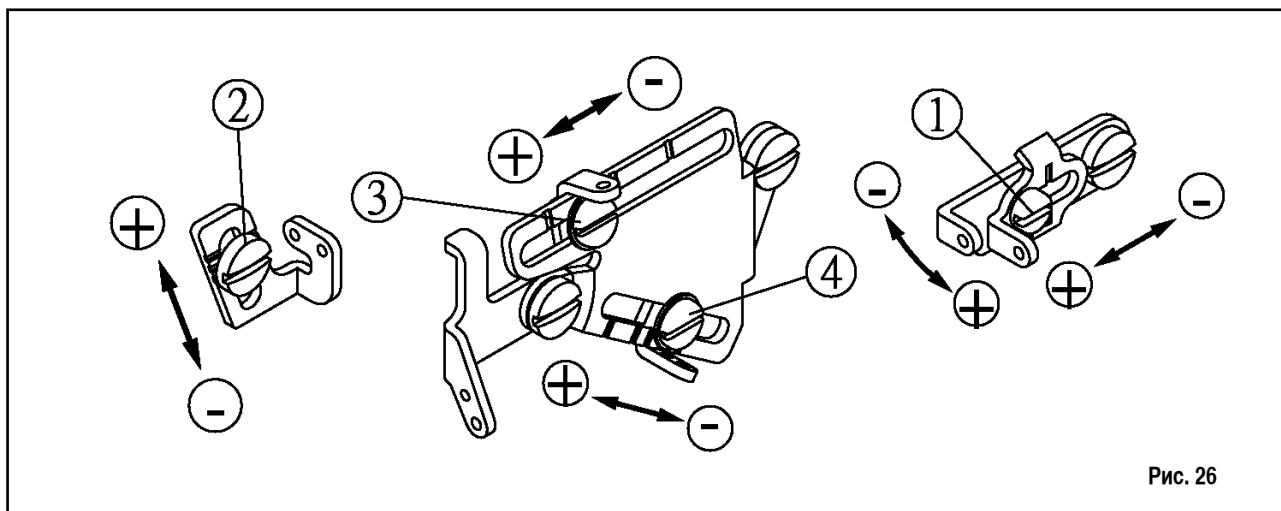

Рис. 26
3. Регулировка нити петлителя (Рис. 26)